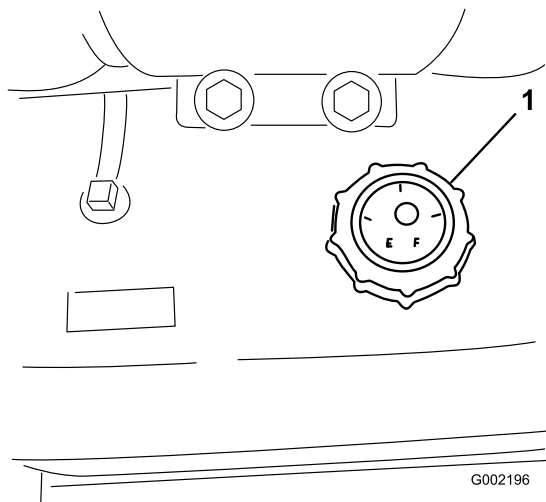

Figure 18
3. Nettoyez la surface autour du bouchon du réservoir de carburant (Figure 18).